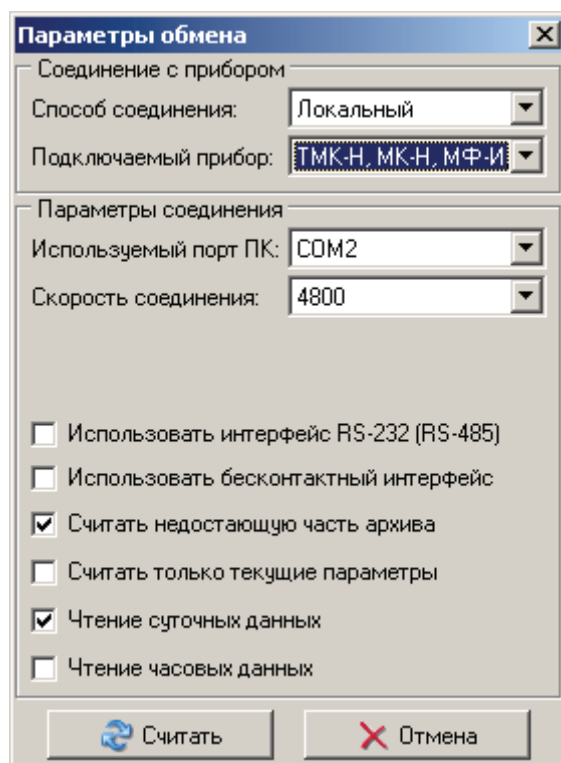

Рисунок 3.13
3.3.3.1 Строка **Считать архив из прибора** служит для считывания текущих и архивных данных из прибора(ов) и для вызова всплывающего окна **Параметры обмена** (см. рисунок 3.13).
При использовании дополнительной платы встраиваемого интерфейса RS-232(485), необходимо установить «флажок» в поле **Использовать интерфейс RS-232(485)** (см. рисунок 3.13).
При использовании бесконтактного интерфейса адаптера БИФ, установить «флажок» в поле **Использовать бесконтактный интерфейс** (см. рисунок 3.13). Если же бесконтактный интерфейс не используется, то поле должно оставаться пустым (только для ТМК-Н или МК-Н).
Если необходимо считать только недостающую часть архива, то нужно установить «флажок» в поле **Считать недостающую часть архива** (см. рисунок 3.13). Если же необходимо считать все данные, то поле должно оставаться пустым (рекомендуется всегда устанавливать «флажок») (кроме УС-Н).
Если необходимо чтение только текущих параметров, то нужно установить «флажок» в поле **Считать текущие параметры** (см. рисунок 3.13). При выборе этой команды поля: **Считать недостающую часть архива**, **Чтение суточных данных**, **Чтение часовых данных** «замораживаются», а при снятии «флажка» автоматически включаются (кроме УС-Н). Если необходимо чтение суточных и часовых архивных данных, то нужно установить «флажки» в поля **Чтение суточных данных**, **Чтение часовых данных** соответственно.